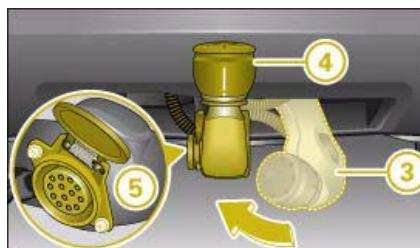

Fig. 201 Parachoques trasero: Encajar el dispositivo para remolque y abrir la toma de corriente
- Siga pivotando con la mano el dispositivo para remolque ③ en la dirección de la flecha hasta que escuche y note que queda enclavado \Rightarrow página 208, fig. 201. El diodo luce en color verde.
- Antes de acoplar un remolque, retire la caperuza guarda-polvo ④ y guárdela en el vehículo.